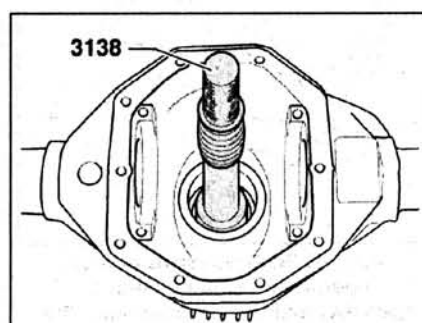

Рис. 4.86. Выберите наружную обойму конического роликового подшипника (со стороны фланца) с сальником.
8. Выбейте наружную обойму конического роликового подшипника (со стороны ведущей конической шестерни главной передачи) (рис. 4.86).